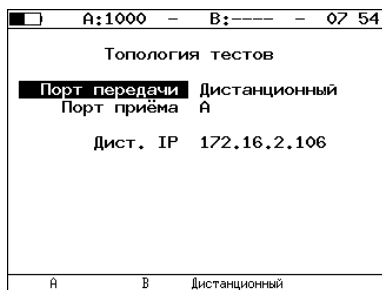

Рис. 7.37. Экран «Топология тестов»
4. На локальном приборе перейти в меню «Сложный трафик» ⇒ «Настройки» ⇒ «Топология тестов» (см. рис. 7.37). Выбрать: